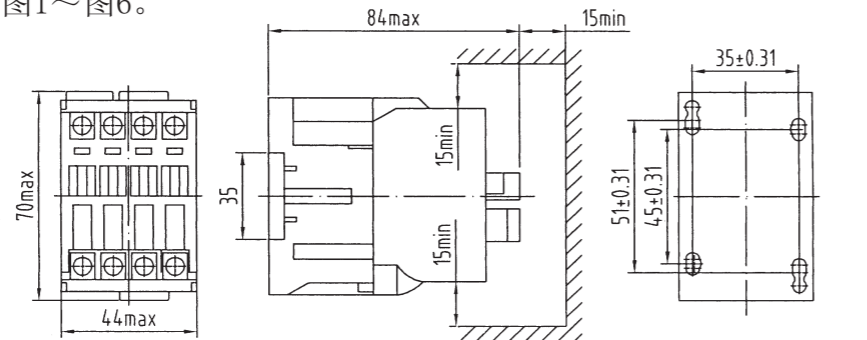
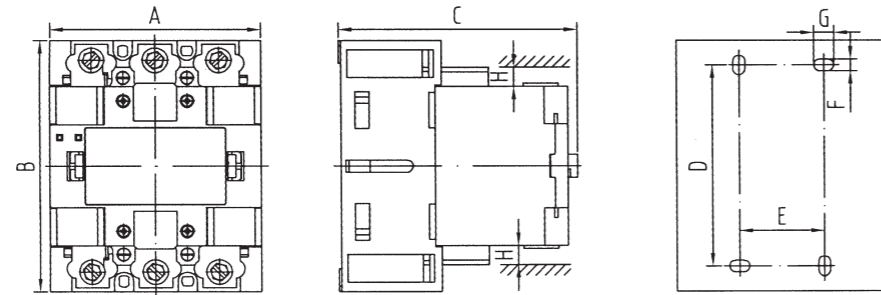

图1 CJX8-9、12、16型外形及安装尺寸
图6 CJX8-105~370型外形及安装尺寸
6.1 接触器用2只螺钉并加上垫圈安装。其外形及安装尺寸见图1~图6。